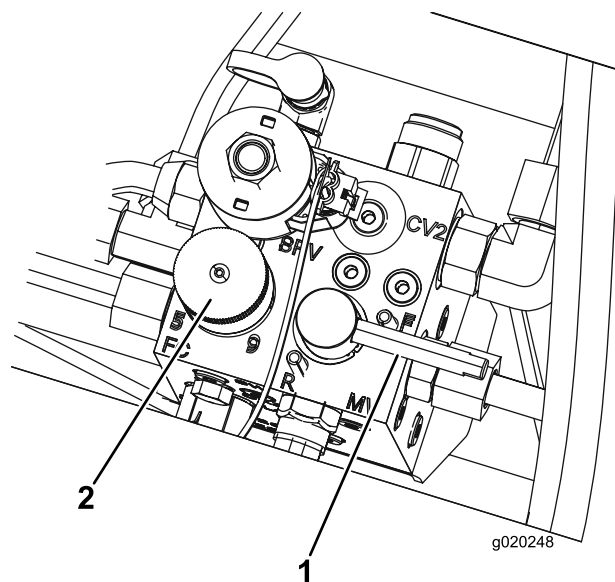

Bild 80
5. Stellen Sie das Bedienelement für die Spindeldrehzahl auf die Stellung 1 (Bild 80).
6. Drehen Sie den Läpphebel in die R-Stellung (Bild 80).